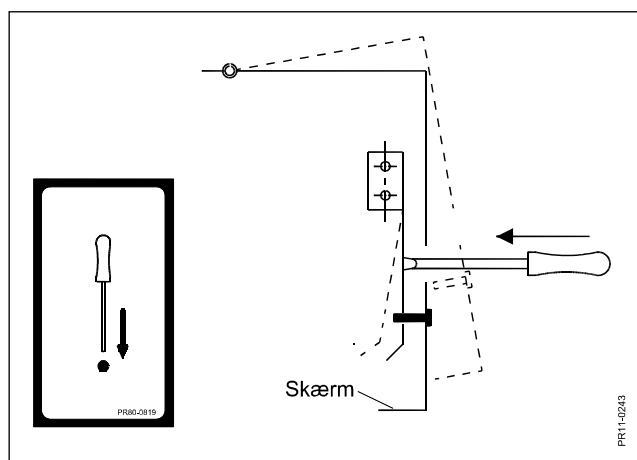
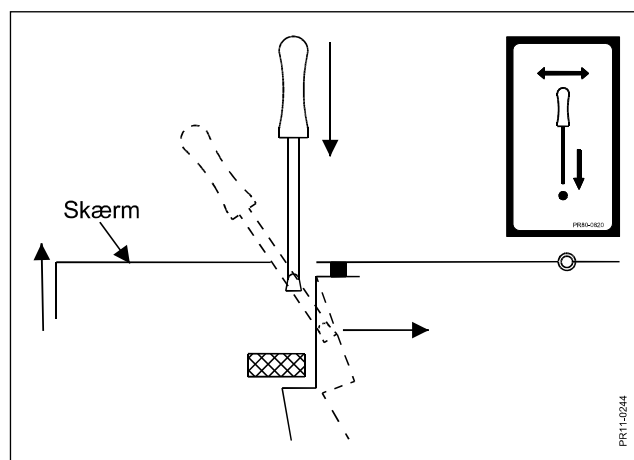

Fig. 5-1
Fig. 5-2
- Fig. 5-1 Ved vedligeholdelse af maskinen har De oftest brug for at åbne eller fjerne
Fig. 5-2 afskærmning. Alle afskærmninger, der ikke skal klappes op for transport, er af sikkerhedsmæssige årsager forsynet med en lås. Låsen sikrer, at man ikke kan åbne afskærmningen uden brug af værktøj. Fig. 5-1 og 5-2 viser de to forskellige typer låse, samt de tilhørende transfers, der skal markere og illustrere låsene på maskinen.